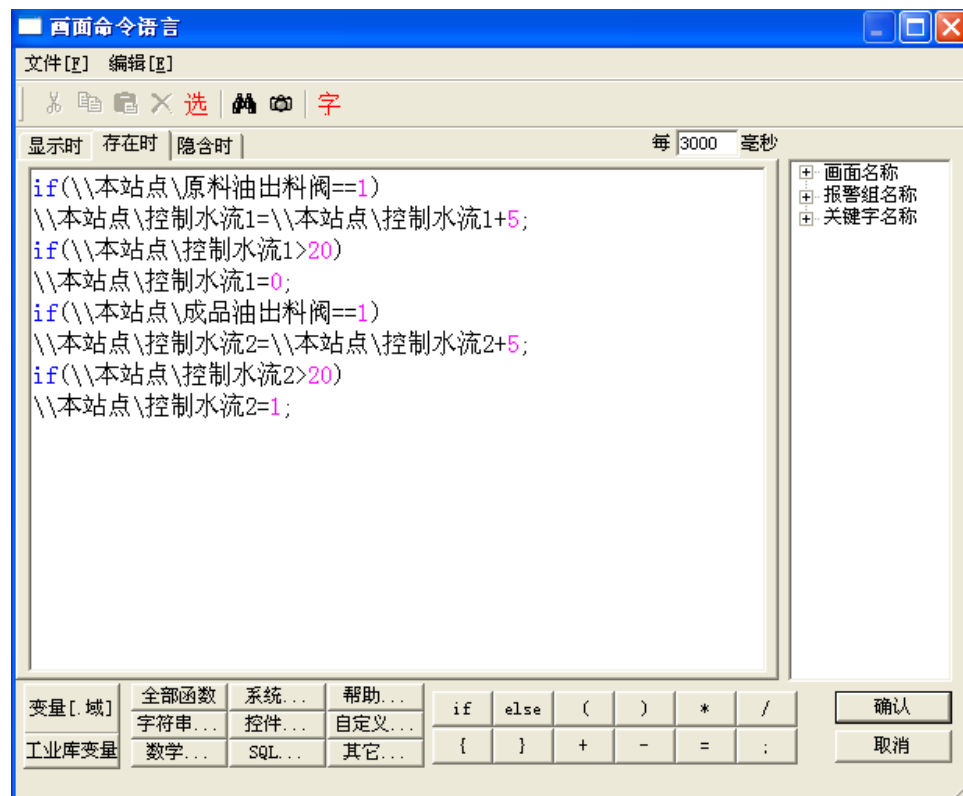

图3-7 命令语言对话框
(5) 上述“表达式”中连接的\\本站点\控制水流变量是一个内存变量，在运行状态下如果不改变其值的话，它的值永远为初始值(即0)，那么如何改变其值，使变量能够实现控制液体流动的效果呢?在画面的任一位置单击鼠标右键，在弹出的下拉菜单中选择“画面属性”命令，在画面属性对话框中选择“命令语言”选项，弹出命令语言对话框，如图3-7所示。